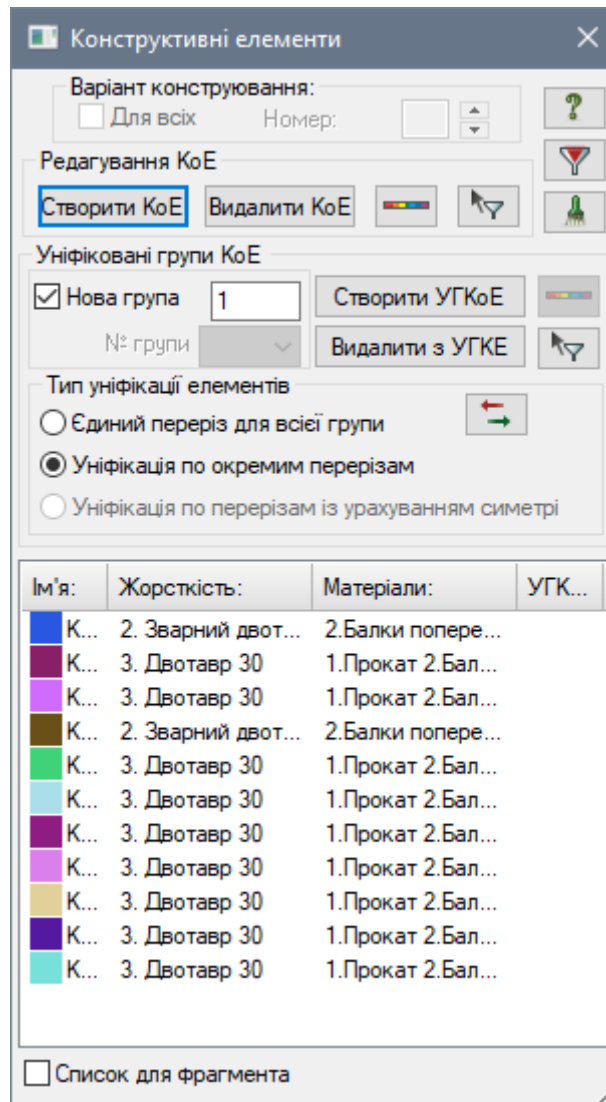

Рис. 12.27. Діалогове вікно **Конструктивні елементи**
- Для створення конструктивних елементів відкрийте діалогове вікно **Конструктивні елементи** (рис. 12.27) натиснувши на кнопку  – **Конструктивні елементи** (панель **Конструювання** на вкладці **Створення та редагування**).